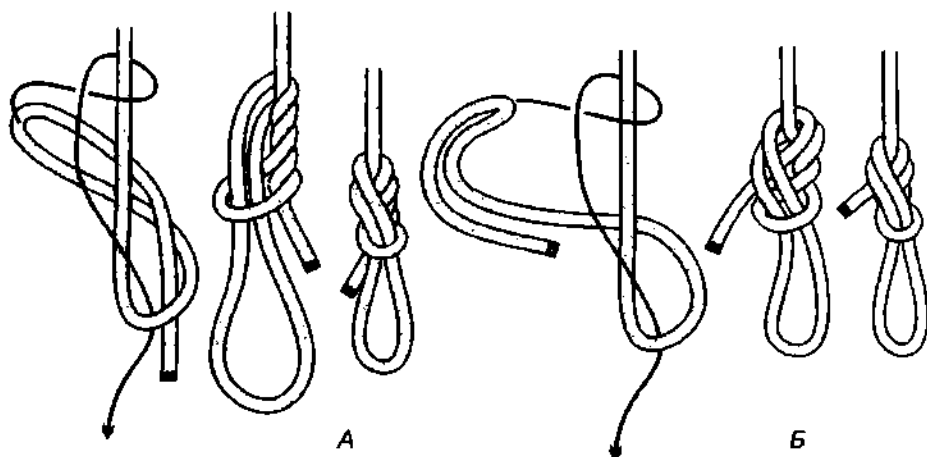

Рис. 254. **Девятка односторонняя.** А – ходовой конец остаётся внутри калышки; Б – ходовой конец снаружи.
**Односторонняя девятка** громоздкая, но довольно крепкая петля и не трудно развязывается после использования, хотя очень туго затягивается (рис. 254). Во время вязки необходимо обращать внимание на расположение ходового конца – он должен оставаться в калышке (рис. 254 А). Узел варианта А намного крепче и безопаснее узла варианта Б.